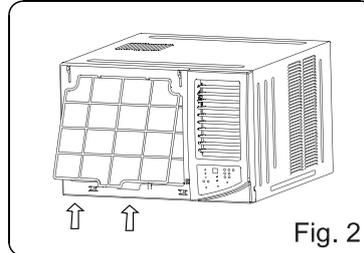

Fig. 2
2. Manipule los cierres bajo el filtro de aire y arquéelo, extráigalo de su sitio moviéndolo de abajo hacia arriba (vea la Fig. 2).
1. Instale el filtro de aire dentro de las ranuras del marco de arriba a abajo (vea Fig. 2).